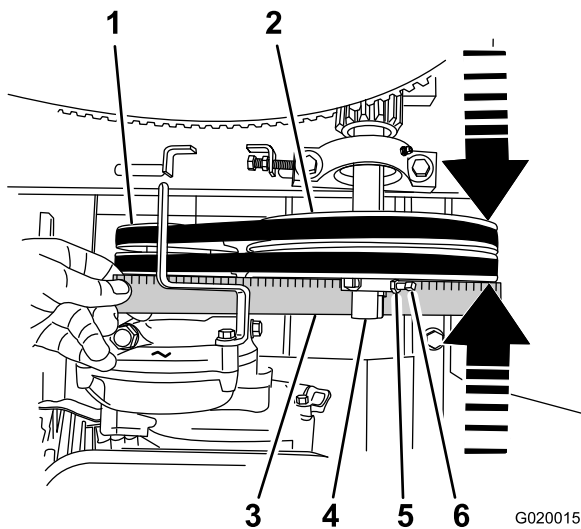

Figure 61
2. Placez une règle droite en travers de la face de la poulie de moteur et la poulie de tension (Figure 61).
- B. Desserrez les contre-écrous et les vis de maintien qui fixent la poulie de tension à l'arbre de renvoi (Figure 61).
- C. Avec une massette, tapez la poulie de tension vers l'avant ou l'arrière le long de l'arbre de renvoi jusqu'à ce que la poulie de moteur et la poulie de tension soient alignées sur la règle droite (Figure 61).
- D. Resserrez les contre-écrous et les vis de maintien qui fixent la poulie de tension à l'arbre de renvoi (Figure 61).